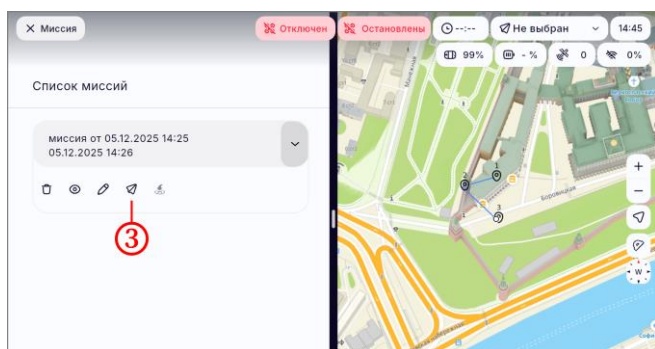

Рисунок 54
- нажать на пиктограмму  (рисунок 54, шаг 3);